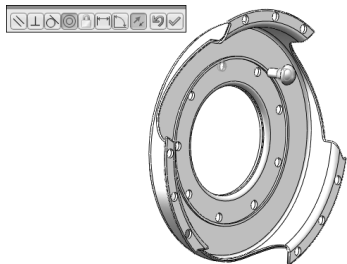

图 6-52 添加铆钉与孔同心配合约束
STEP 7 在左侧模型树中右击铆钉，在弹出的快捷菜单中选择“显示零部件”按钮, 将其显示出来，然后定义其与离合器盖上一个孔的同心配合约束，如图 6-52 所示。